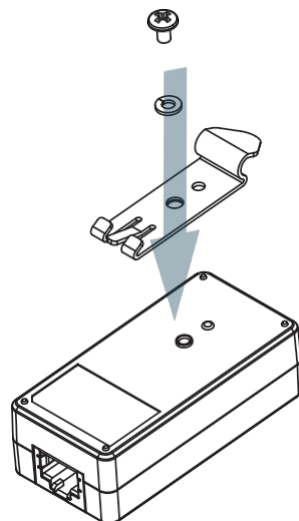

Abbildung 1
1. Verwenden Sie den **Führungsstift** an der Unterseite des **Netzwerkisolators**, um das **DIN-Schienen-Montagesatz** in der richtigen Position auszurichten. Benutzen Sie einen Kreuzschlitzschraubendreher, um **die selbstschneidende Schraube** zu installieren und das **DIN-Schienen-Montageset** zu sichern. (Abbildung 1)